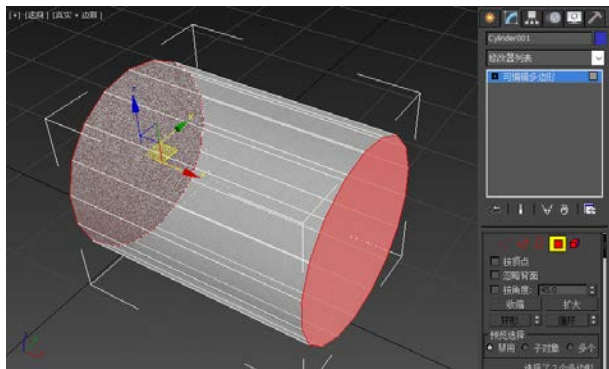

图 3-1-3 删除面
STEP 03 右击，在弹出的快捷菜单中执行【转换为】→【转换为可编辑多边形】命令，进入【修改】面板，单击【多边形】按钮，进入【多边形】子对象，分别选择两侧的圆形，按【Delete】键将其删除，如图 3-1-3 所示。